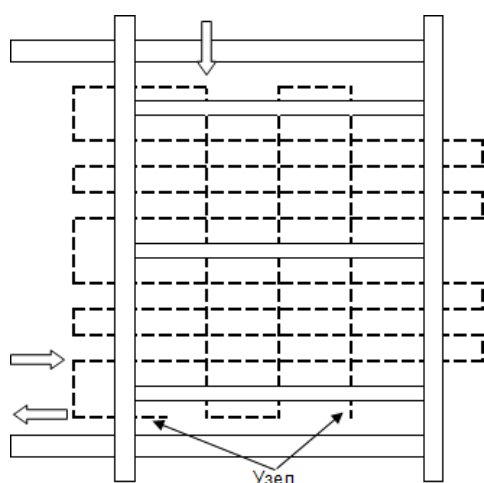

рис.5
Сделать узел, оставив конец не менее 5 см. Пропустить шнур в отверстие внизу стойки (2). Протянуть шнур в горизонтальных направлениях, как на рис.5. Сделать хорошую натяжку. Затем протянуть шнур, вертикально фиксируя узлами в местах пересечения шнуров. На конце сделать узел и обрезать лишний шнур. Конец оплавить огнем.